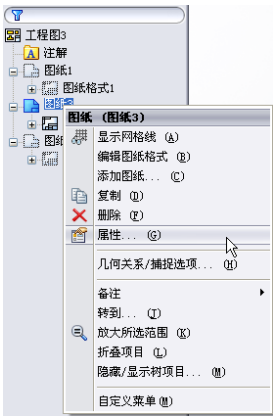

图 8-20 特征管理器方式
(1) 特征管理器方式。右键单击特征管理器中需要重新命名的图样的图标，在系统弹出的快捷菜单中选择“属性”选项，如图 8-20 所示。系统弹出“图样属性”对话框，在“名